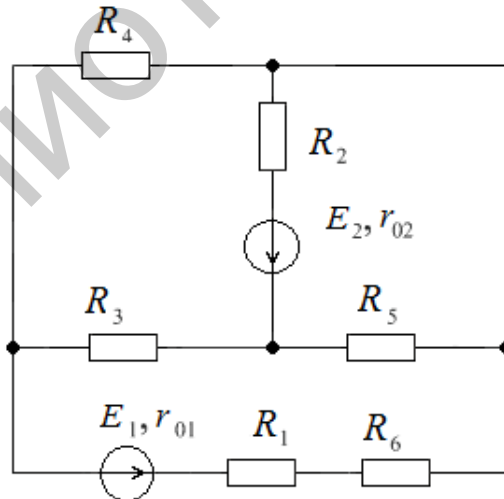

Рис. 90
23. Методом уравнений Кирхгофа определить токи во всех ветвях электрической цепи (рис. 90), если $E_1 = 30$ В; $E_2 = 40$ В; $R_1 = 17$ Ом; $R_2 = 63$ Ом; $R_3 = 35$ Ом; $R_4 = 40$ Ом; $R_5 = 25$ Ом; $R_6 = 50$ Ом; $r_{01} = 3$ Ом; $r_{02} = 2$ Ом.